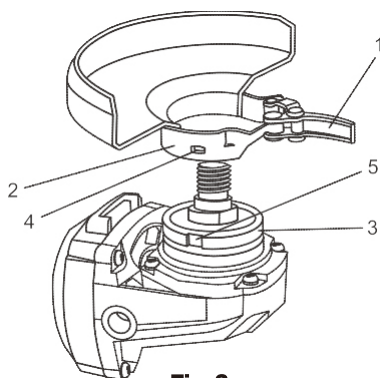

Fig. 2
1. Tirez le levier de la pince du protecteur (1) vers l'extérieur pour permettre à la pince du protecteur de se relâcher pour l'installation.
2. Faites glisser la pince du protecteur (2) sur le boîtier du mandrin (3) jusqu'à ce que les crans d'arrêt (4) du protège-lame s'adaptent aux rainures (5) du boîtier du mandrin (Fig. 2).
Installez le protecteur de disque de coupe en métal exactement de la même façon que ce qui est indiqué à la Fig. 2 ci-dessus.